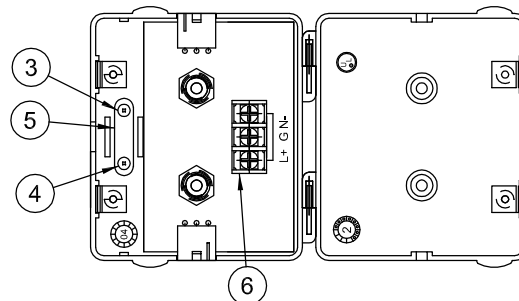

FIG. 2
3. Parte posterior el 3/8" de los alambres de la fuente de la tira (16) de largo.
4. Quite el tornillo (3), (4) y abrazadera (5) del módulo para permitir la conexión de la fuente de alimentación a los terminales (6). (véase fig. 2)